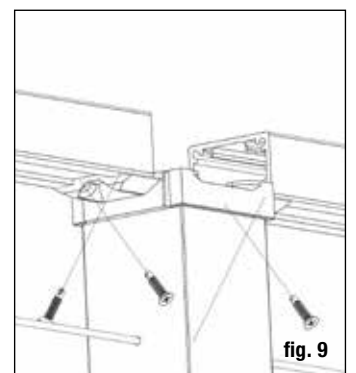

fig. 9
Étape 10 Positionnez le rail entre les poteaux. Vérifiez le niveau de bout en bout et verticalement. Fixez les supports au poteau à une extrémité. Pré-percer avec un foret de 7/64 po. Répétez pour l'autre extrémité. *Conseil: utilisez une mèche d'extension pour éviter d'endommager le rail avec le mandrin de perçage.* Installez tous les rails avant d'installer le câble. (fig. 9)